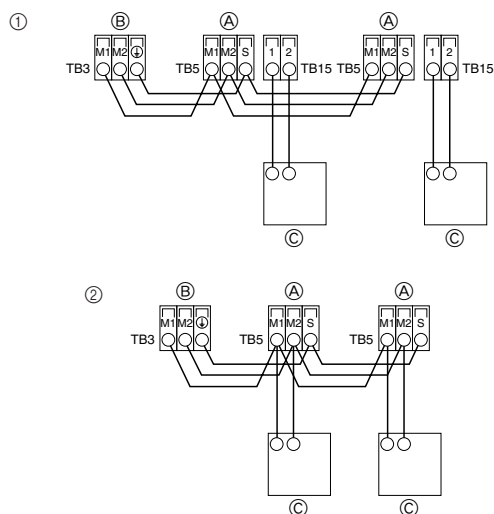

Fig. 6-2
6.2. Ligação dos cabos de transmissão do controlo remoto e das unidades interior e exterior (Fig. 6-2)
- ① Controlo remoto MA
- ② Controlo remoto M-NET